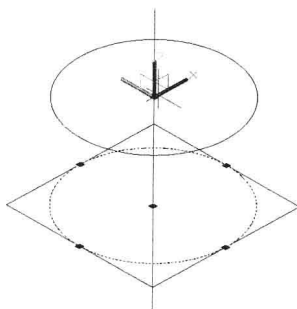

图 8-3-15
(2) 单击圆对象，在其圆心位置会显示出坐标轴，单击 Z 轴，即可显示出 Z 轴蓝色矢量线，向上移动光标，可以将圆对象向上移动，如图 8-3-15 所示。单击一点，确定移动距离。按 Esc 键，取消选择。